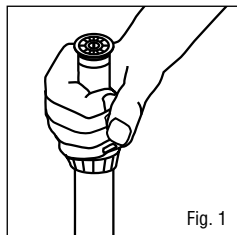

Fig. 1
2. Drehen Sie den Aufsteiger (Fig. 1) zum Ausrichten der rechten Begrenzung des Sprühhogens (wenn Sie hinter dem Sprühhbereich stehen) zum rechten Rand des zu bewässernden Bereichs.